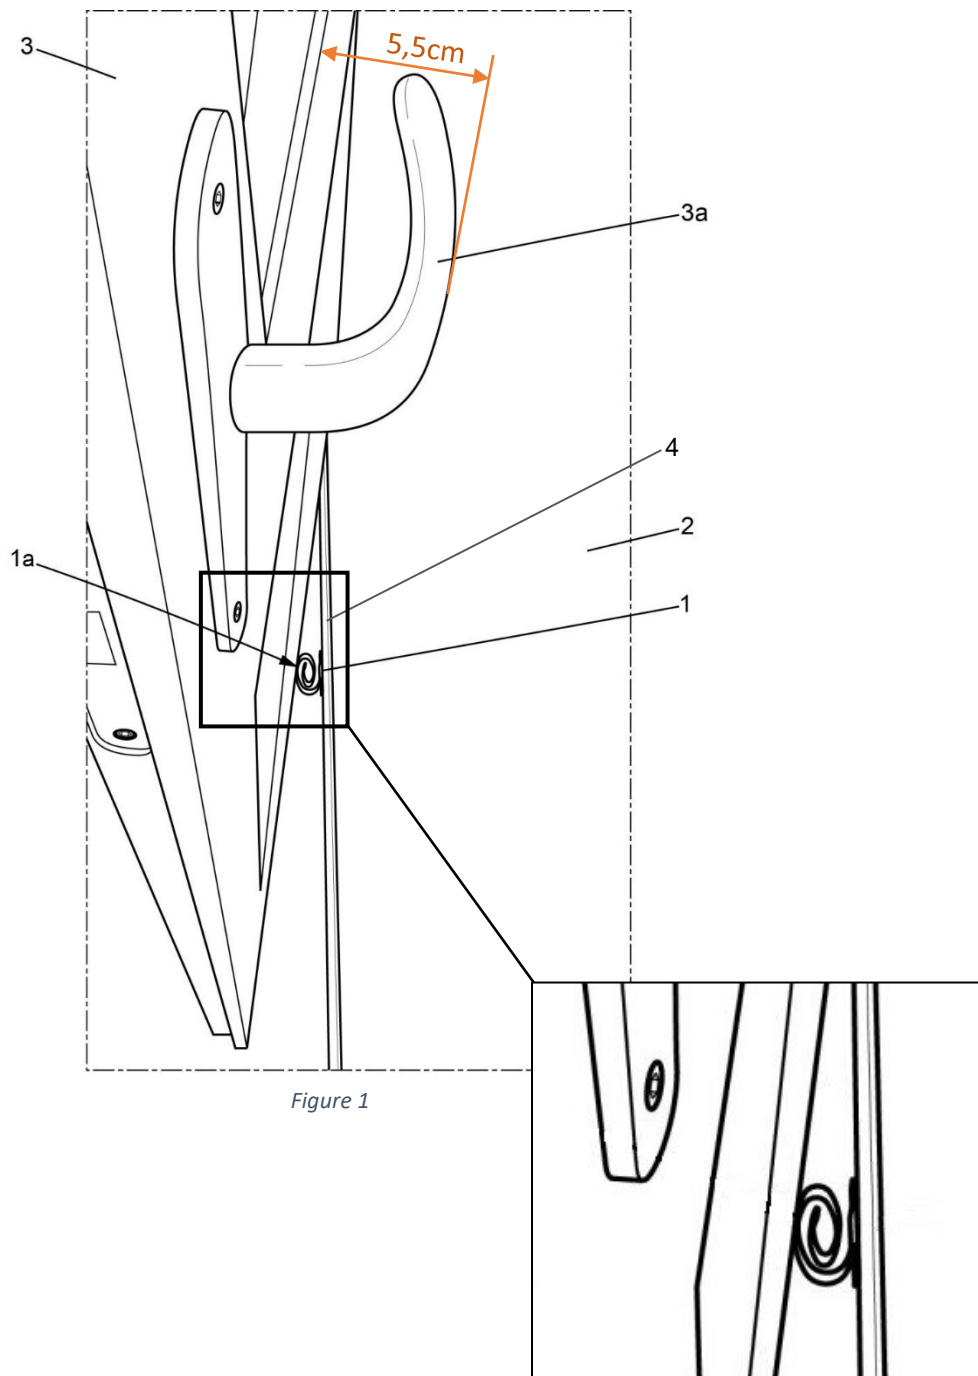

Figure 1
INSTRUCTIONS (se reporter à la figure 1)
Porte fermée, sans enlever la protection du double face, placez la butée de porte O.M.N.I. au sol et contre la plinthe (4) du mur sur lequel la poignée (3a) vient taper : placez le bord (1) de la butée O.M.N.I. à 25cm* de la porte, puis venir mettre la porte en contact (1a). La butée de porte est orientée correctement lorsqu'elle se retrouve dans la même position que sur la figure 1 (zoom).